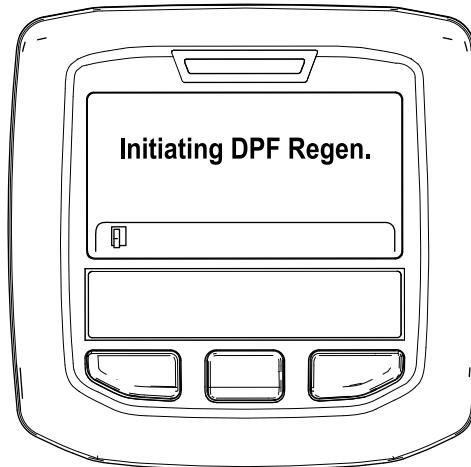

Figura 54
- Viene visualizzato il messaggio "Inizializzare Rigen. FAP" (Figura 54).